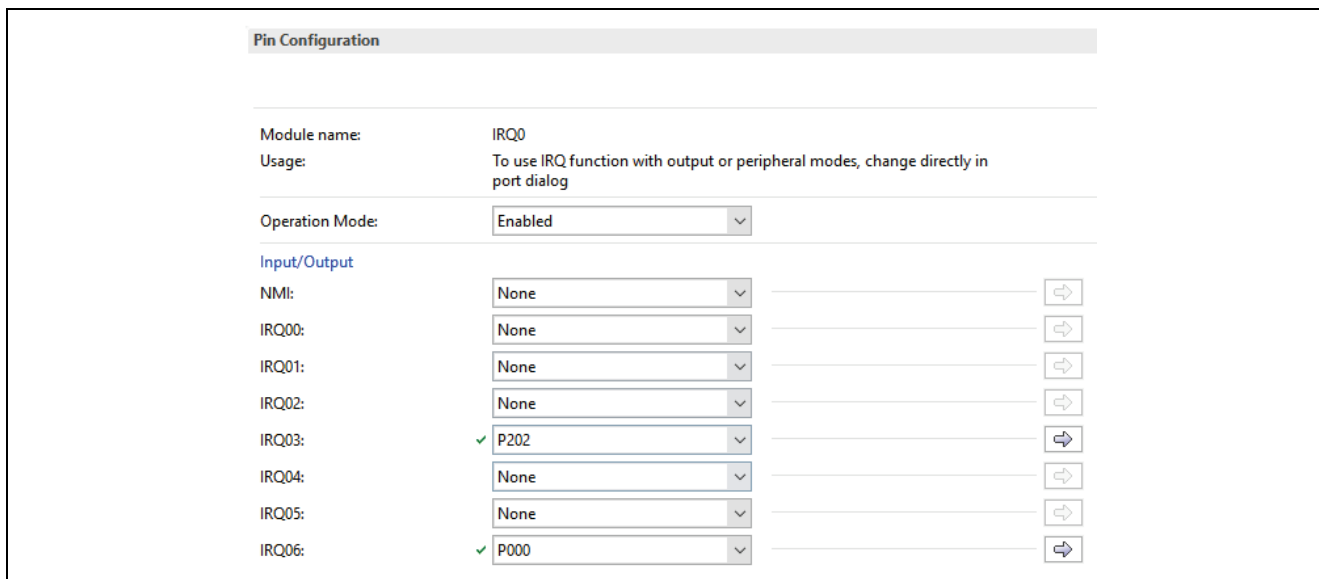
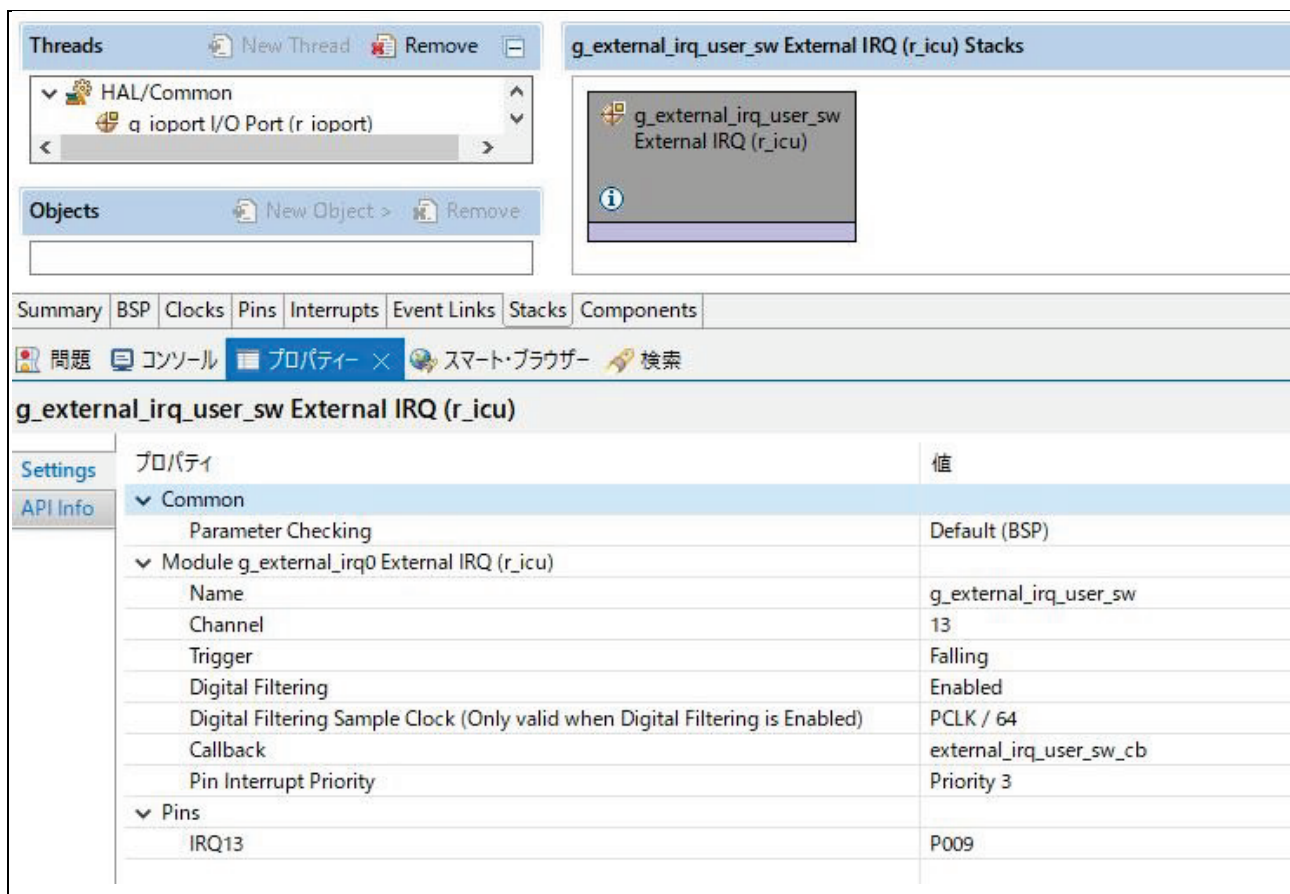

図 26. ルネサス FSP のピン設定ツールを使用し、P202 と P000 を IRQ03、IRQ06 として有効にする場合
図 27. ルネサス FSP コンフィギュレータを使用した IRQ13 の設定 例
- 図 26、図 27 にルネサス FSP を使用した IRQ ピンのイネーブルとコンフィギュレーションの例を示します。